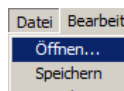

Abb. 2: STE-Dateien öffnen
5. **Antriebsparameterdatei (*.ste) des ursprünglichen Antriebs in COM-SIPOS öffnen**, siehe Abb. 2 und 3.